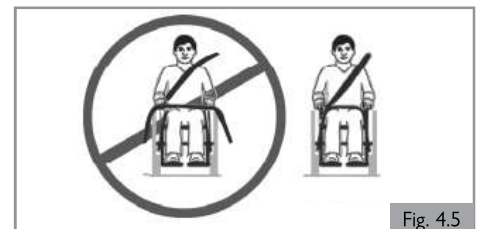

Fig. 4.5
20. Las correas de sujeción deben ajustarse tan firmemente como sea posible, según la comodidad del usuario, y no deben restringir la respiración (Fig. 4.5).